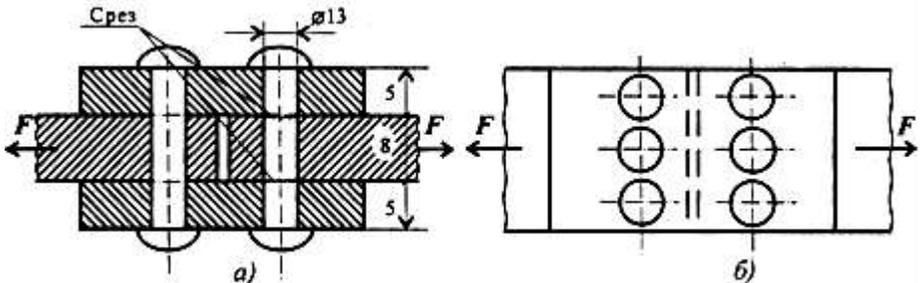

Рис. 24.3
1. Соединение двухсрезными заклепками последовательно воспринимается тремя заклепками в левом ряду, а затем тремя заклепками в правом ряду (рис. 24.3).